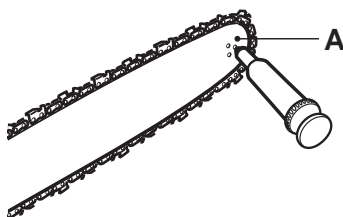

Fig. 53
**REMARQUE :** Il n'est pas nécessaire d'enlever la chaîne (6) pour graisser le pignon de renvoi. Le graissage peut se faire au cours du ravail.
1. Nettoyez le pignon de renvoi (8).
2. Procurez-vous un pistolet de graissage jetable; insérez la pointe dans le trou de graissage (Fig. 53, A) et injectez l'huile jusqu'à ce qu'elle déborde du trou du pignon (Fig. 53).